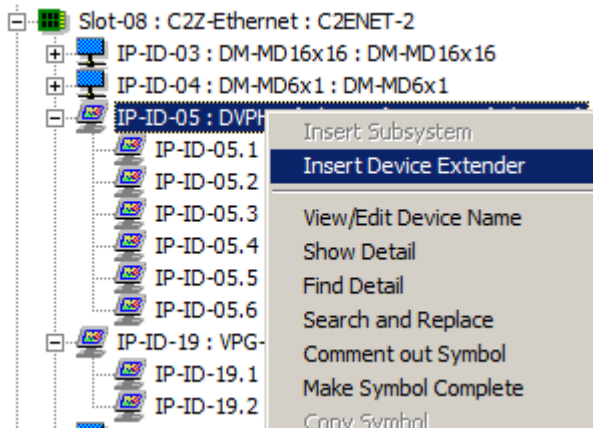

Рис. 4 Использование Device Extenders – использование расширенных функций устройств.
2. Использование Digital Media коммутатора для аннотирования с помощью сенсорных панелей Crestron V12, V15 или V24. (см. Рис. 4)